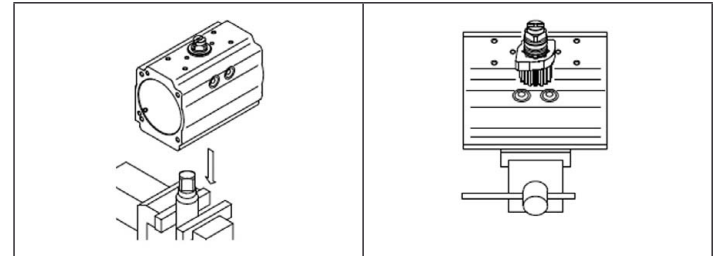

Bild 13: Montage der Kolben
- Sicherstellen, dass die Nocke in der richtigen Stellung steht (siehe Bild 13:),